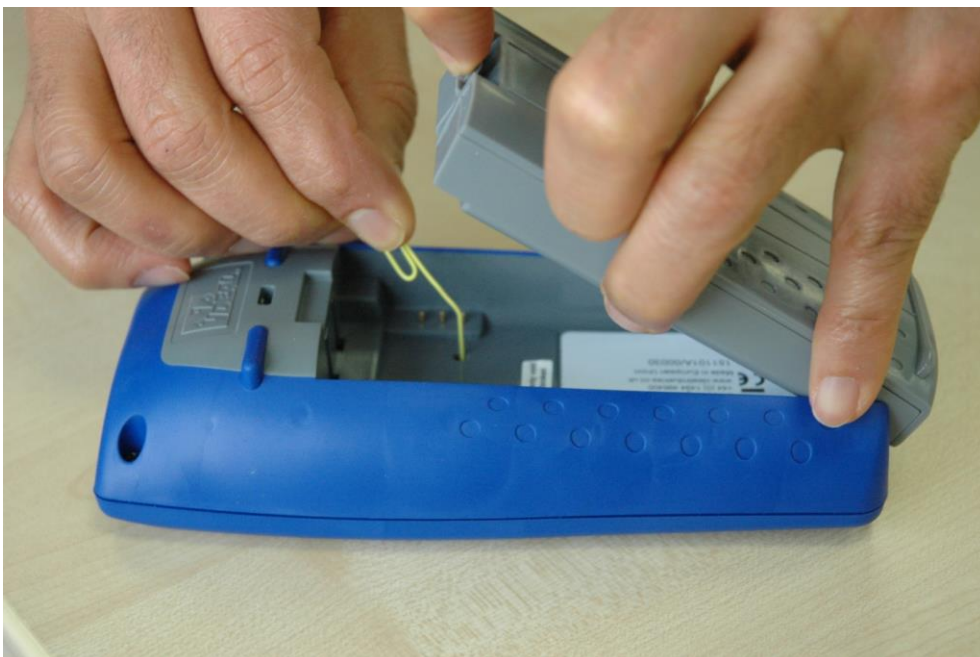

Fig 3
- Remova o módulo de energia ou bateria para acessar uma pequena abertura no SignalTEK II (Fig 3).